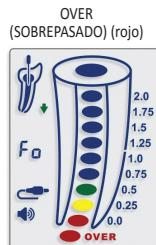

Fig. 11
**Cuando aparezca la indicación OVER (SOBREPASADO) en rojo, acompañada de unos pitidos frecuentes, significa que la punta de la lima ha avanzado más allá del orificio, al interior de la región perapical: el instrumento ha sobrepasado el orificio (Fig. 11).**